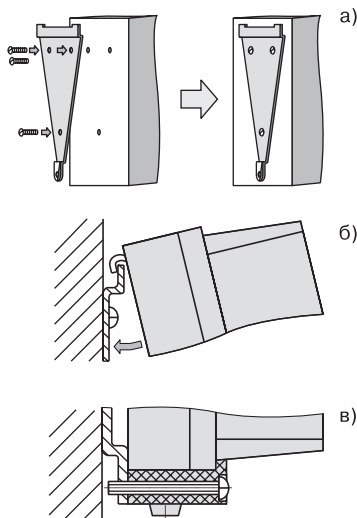

Рис. 13. Установка прибора настенного крепления
1. Закрепите кронштейн тремя винтами М4 на поверхности, предназначенной для установки прибора (см. прил. А и рис. 13, а).
2. Зацепите крепежный уголок на задней стенке прибора за верхнюю кромку кронштейна (рис. 13, б).
3. Прикрепите прибор к кронштейну винтом М4х35 из комплекта поставки (рис. 13, в).